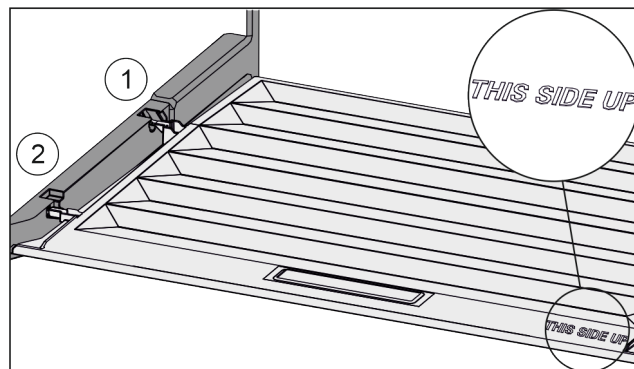

Fig. 116
- ▶ Вставить поперечные ребра крышки через отверстие заднего держателя Fig. 116 (1) и защелкнуть спереди в держателе Fig. 116 (2).